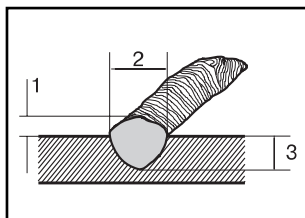

Рис.5. 1 - высота направленного металла, 2 - ширина наплавленно-го металла, 3 - глубина проникновения
9.7.3. Параметры, влияющие на качество сварочного шва. Величина сварочного тока влияет на глубину проникновения шва и размеры наплавленной бороздки. Нужно стремиться к получению хорошего проникновения при не слишком высоком и не слишком широком шве (см. рис.5).